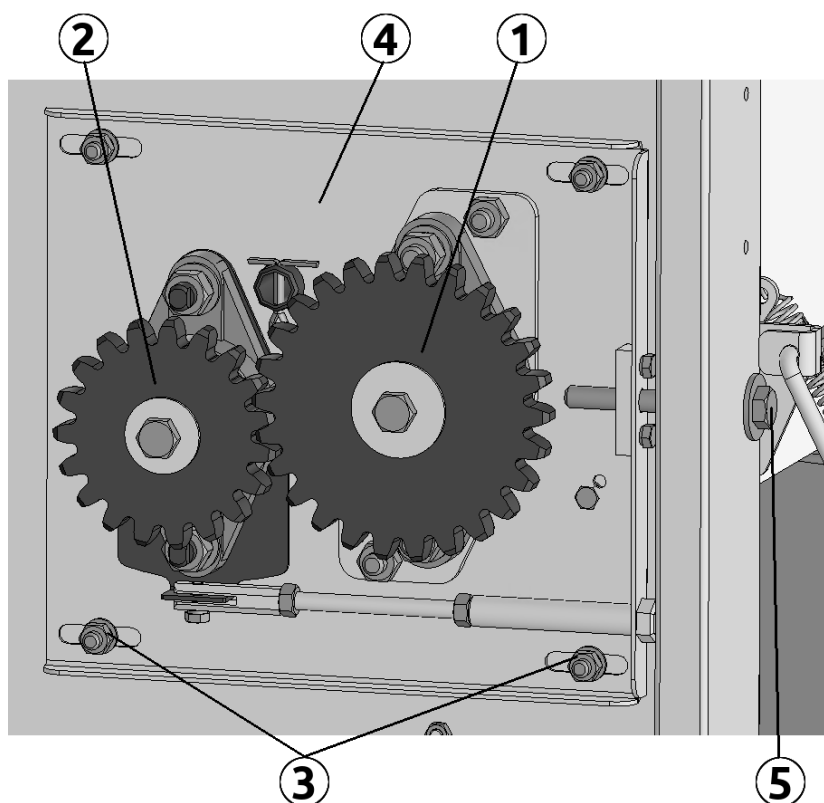

Рисунок 4.3
Блок регулировки (рис. 4.3) служит для регулирования положения ленты на приводном барабане, а также для синхронизации вращения барабана и прижимного вала. Синхронизация происходит через зубчатое колесо (1) на приводном барабане и шестерню (2) на прижимном валу.